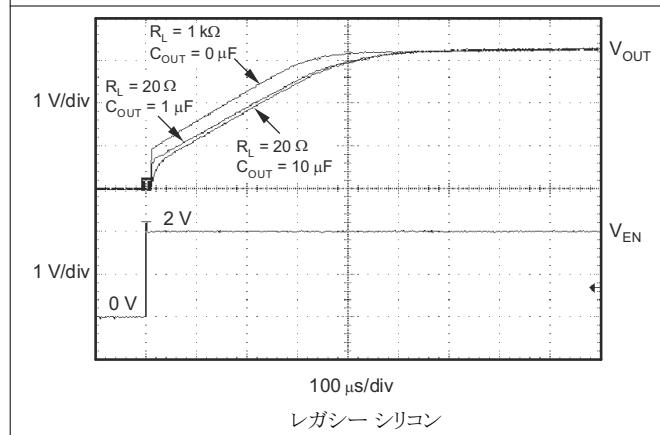

図 5-39. TPS73133 のターンオン応答
イネーブル ピン (EN) はアクティブ High である標準的な TTL-CMOS レベルと互換性があります。 V_{EN} が 0.5V (最大値) 未満になると、レギュレータはオフになります。GND ピンの電流は約 $10nA$ にまで低下します。EN ピンを使用してレギュレータをシャットダウンすると、すべての電荷がパストランジスタのゲートから除去されます。 V_{EN} が 1.7V (最小値) を超えるとレギュレータはオンになります。出力は制御された V_{OUT} に戻ります (詳細は 図 5-39 を参照)。